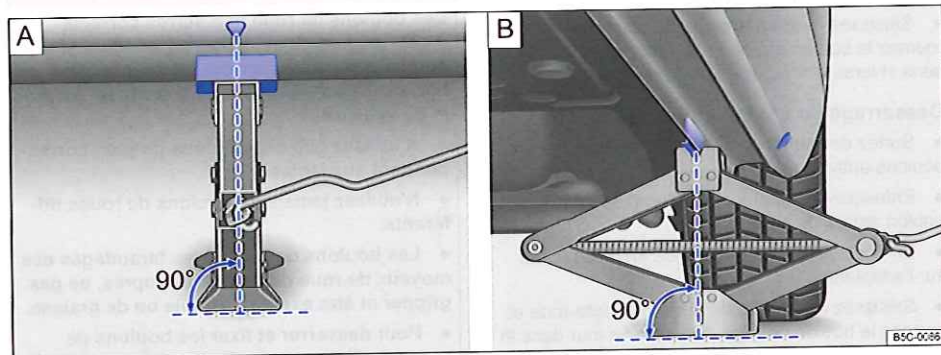

Fig. 243 Positionnement du cric à l'arrière, du côté gauche du véhicule.
9. Assurez-vous que toute la surface du pied du cric porte bien sur le sol et que le pied du cric se trouve bien verticalement sous le point de prise ⇒ fig. 243.
10. Ajustez le cric tout en continuant à déployer sa griffe jusqu'à ce que celle-ci saisisse le talon situé sous le véhicule ⇒ fig. 243.
- Positionnez le cric uniquement aux endroits préconisés. La griffe du cric doit saisir le talon du bas de caisse ⇒ fig. 243.